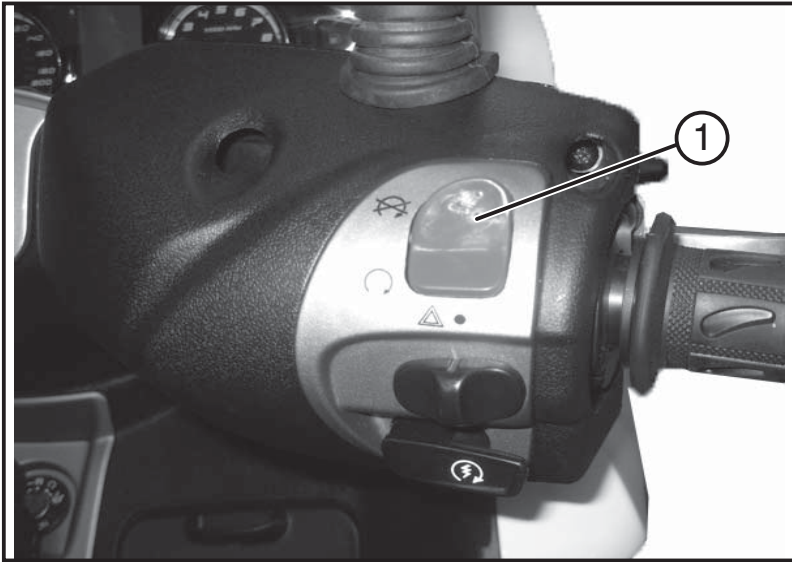

Fig. 01
5.5 ABSTELLEN DES MOTORS (Abb. 01)
- 1- Den Motor-Stopp-Schalter «1 - **Abb. 01**» drücken und den Zündschlüssel in Position «**ON**» lassen.